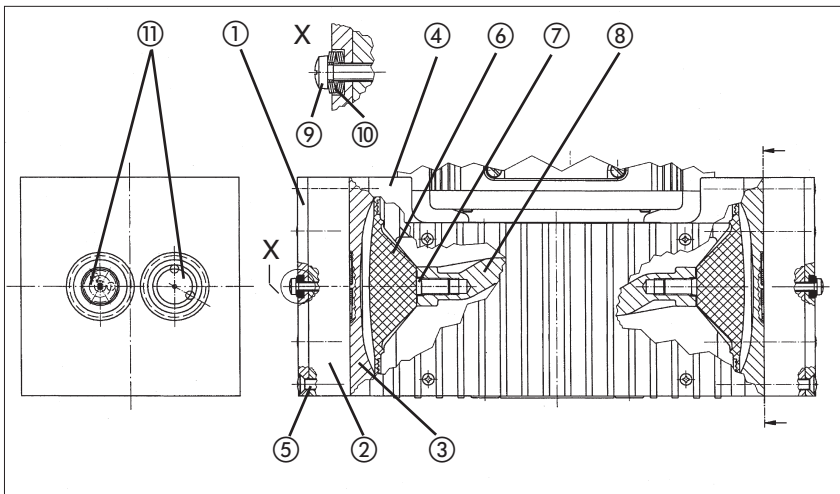

Abb. 2: Schnitt durch die Pumpenköpfe (symbolisch)
► Die Positionsnummern innerhalb der folgenden Arbeitsanweisungen beziehen sich auf die Abbildung 2.
- ① Strukturmembrane ⑥ durch Drehen des Lüfterrads in mittlere Position bewegen.
- ② Zwischenplatte ③, mit Ventilplatten/Dichtungen ⑪ entsprechend der Markierungen (M) auf das Gehäuse setzen.
- ③ Kopfdeckel ② auf Zwischenplatte ③ auflegen entsprechend der Filzstiftmarkierung (M).
- ④ Druckplatte ① aufsetzen, Schrauben ⑨ mit Tellerfedern ⑩ einschrauben, bis Schraubenköpfe flächig aufsitzen (nicht festziehen!).
- ▶ Die ersten drei aufzusteckenden Tellerfedern müssen vom Schraubenkopf wegweisen, die folgenden drei dem Schraubenkopf zugeneigt sein (siehe Detail X in Abb. 2).
- ⑤ Schrauben ⑤ über Kreuz nur leicht anziehen.
- ⑥ Leichtgängigkeit der Pumpe durch Drehen des Lüfterrads prüfen.
- ⑦ Nun die Schrauben ⑤ **handfest** anziehen.
- ⑧ Schrauben ⑨ mit je einer weiteren halben Umdrehung anziehen.